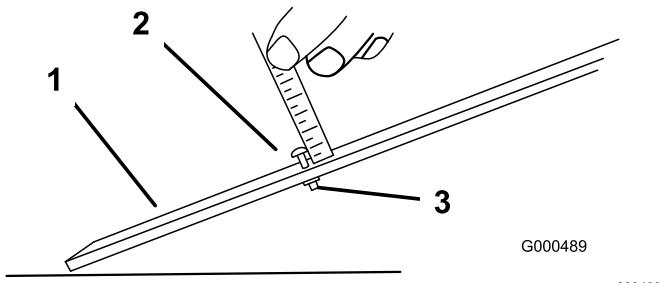

Figure 13
- Desserrez l'écrou du gabarit et tournez le boulon de réglage de manière à obtenir la hauteur de coupe voulue (Figure 13).